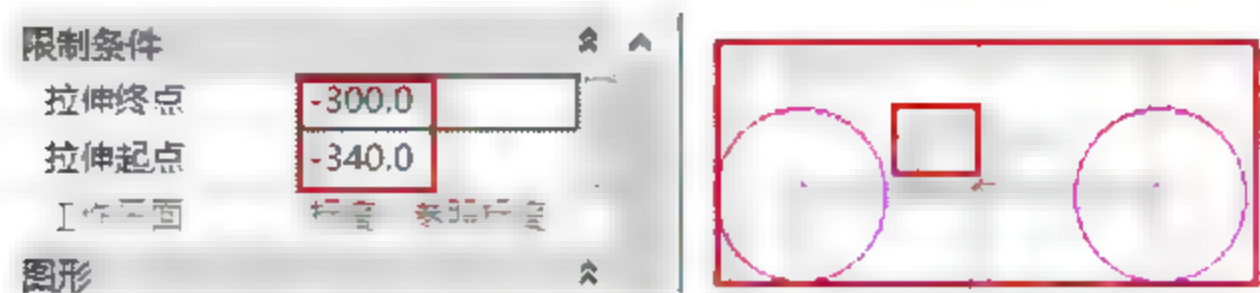

图 8.3.51 圆凳平面视图
(14) 绘制座椅的平面是半径为 150mm, 厚度为 40mm 的圆柱。返回到“楼层平面-参照标高”平面, 按快捷键 C+O 和 M+M 绘制参考线。选择“创建”→“拉伸”→“圆形框”命令, 绘制图框, 在“属性”面板中编辑“拉伸起点”和“拉伸终点”的数值 (340, 300), 然后单击 ✓ 按钮, 如图 8.3.51 所示。